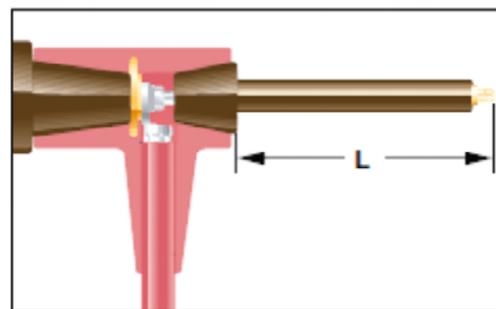

Рис. 10.2. Измерительная втулка
■ измерительная втулка (см. Рис. 10.2) предназначена для проведения измерений, не отсоединяя кабель и кабельный адаптер от РУ. Для этого выкручивается задняя втулка и на ее место устанавливается измерительная втулка. Для одновременного испытания всех фаз рекомендуется применять втулки разной длины;